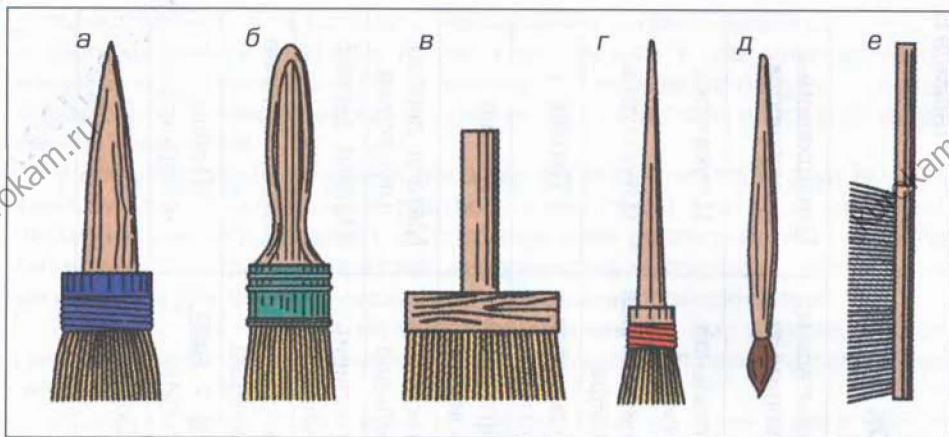

Рис. 166. Малярные кисти: а – маховая круглая, б – макловица плоская, в – ручник, г – флейц, д – филёночная, е – торцовая
**Маховые кисти** – больших размеров, длиной волоса 100 мм и более, закреплённого в виде пучка на длинной рукоятке (рис. 166, а).
**Макловицы** – широкие круглые или прямоугольные кисти с длинной щетиной от 90 до 100 мм. Скорее это даже не кисть, а щётка на длинной ручке (рис. 166, б).
**Ручники** – небольшие круглые кисти с короткой ручкой (рис. 166, в).
**Флейцы** – плоские, шириной до 100 мм кисти, изготовленные из высококачественной щетины или барсучьего волоса. Применяются флейцы в основном для сглаживания следов от маховой кисти и ручников на свежеекрашенной поверхности (рис. 166, г). После макловиц и побелочных кистей флейцевания не требуется.
**Филёночные кисти** похожи на ручники, но значительно меньшего диаметра. Применяют их для проведения (вытягивания) узких полосок (филёнок) или окрашивания труднодоступных мест (рис. 166, д).
**Торцовки** – кисти прямоугольной формы из твёрдой щетины. Удары торцовкой по свежеекрашенной поверхности придают последней зернистый вид. Краска, наносимая на поверхность, предназначенную для торцевания, должна иметь более густую консистенцию (рис. 166, е).